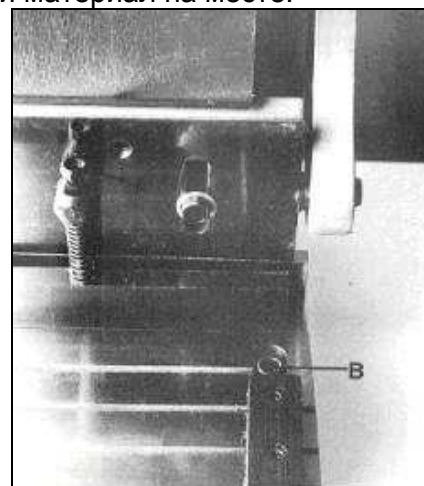

Рис. 7
3. Отрегулируйте зажим на расстоянии 1/4" (6,5мм) над столом, когда лезвие ножниц находится в верхнем положении, повернув две болта с шестигранными головками по ключ (А, Рис. 7) Когда лезвие начнет движение вниз, зажим должен немедленно зафиксировать рабочий материал на месте.
1. Ослабьте два винта с шестигранными головками под ключ (В, Рис. 7) с каждой стороны стола.
2. Используйте регулирующие винты А, Рис.7), чтобы уменьшить зазор между лезвием и столом, чтобы облегчить разрезание тонкого материала.